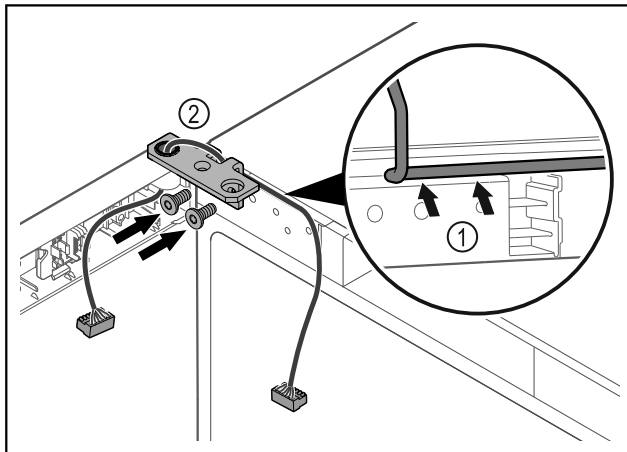

Fig. 44
- Før kabelen forsiktig gjennom åpningen i hengselvinkelen, og legg den omhyggelig på plass Fig. 44 (1).
- Skru på hengselvinkelen Fig. 44 (2).